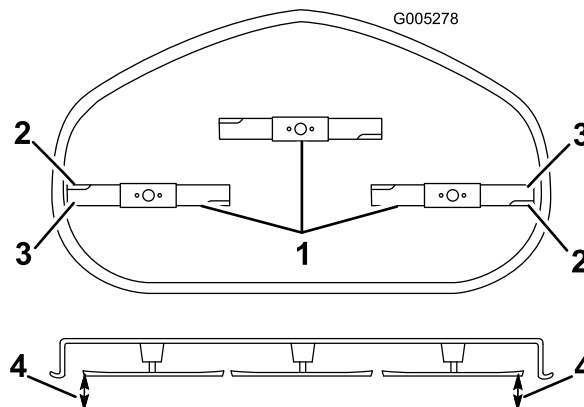

Figure 43
5. Tournez prudemment les lames pour qu'elles soient parallèles dans le sens transversal (Figure 43). Si les deux mesures diffèrent de plus de 5 mm, un réglage s'impose. Poursuivez la procédure.
6. Mesurez la distance entre les tranchants extérieurs et le sol plat (Figure 43). Si les deux mesures diffèrent de plus de 5 mm, un réglage s'impose. Poursuivez la procédure.